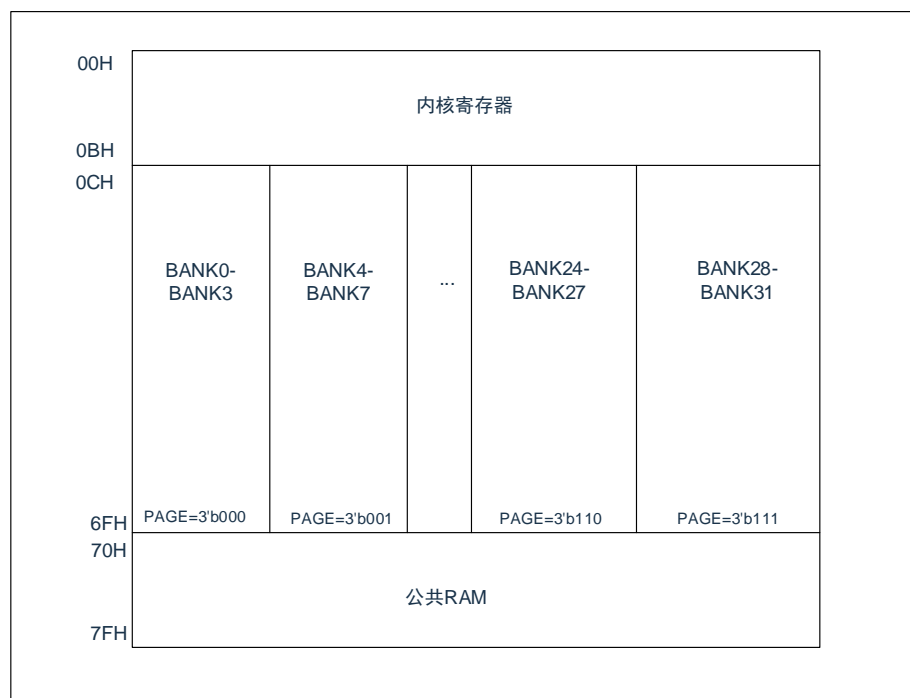
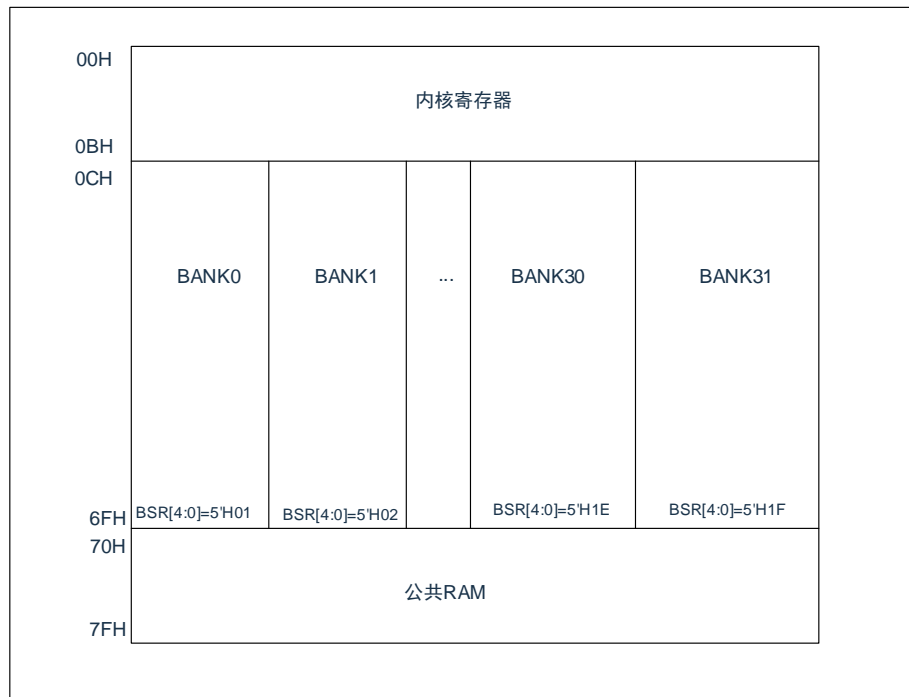

图 2-2: 数据存储器（汇编语言程序）
图 2-3：数据存储器（C 语言程序）
- 1) 图 2-2，图 2-3 纵坐标指的是每个 BANK 的低 7 位地址偏移量；
- 2) 图 2-2 数据存储器仅对汇编程序有效，图 2-3 数据存储器仅对 C 语言程序有效；
首先在汇编语言程序中，特殊功能寄存器地址和通用 RAM 地址受 PAGE（BSR<4:2>）控制的，直接寻址访问相应的 BANK 存储区地址之前需要正确设置 PAGE 值；PAGE 控制 BANK 存储区示意图可参考图 2-2。
在 C 语言程序中，特殊功能寄存器地址和通用 RAM 地址受 BSR<4:0>控制的，直接寻址访问相应的 BANK 存储区地址之前需要正确设置 BSR 值（实际程序并不需要，编译软件自动插入指令，赋值给 BSR 寄存器）；BSR 控制 BANK 存储区示意图可参考图 2-3。